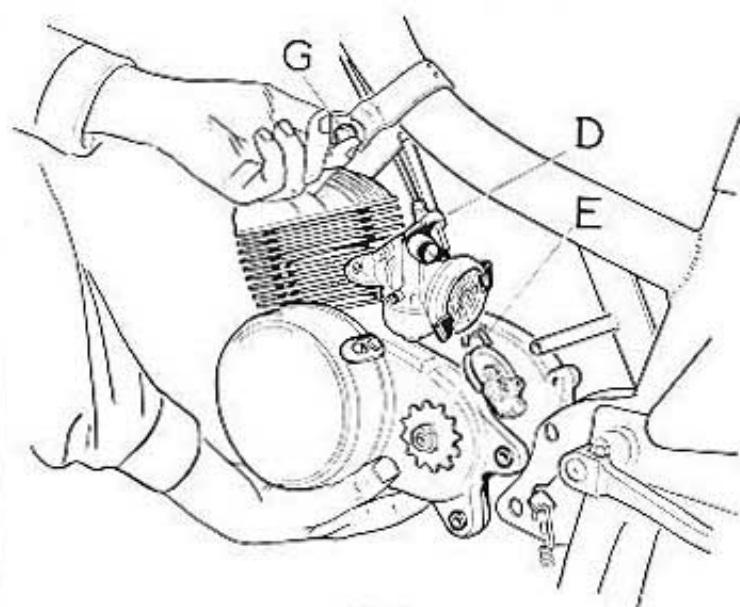

Fig. 0
- Enlever les capotages gauche et droit (Fig. 0) (attention ! ne pas égaler les rondelles situées entre les capotages et l'entretoise de fixation à l'arrière).
- Dévisser les vis de fixation du chapeau de chambre de mélange et retirer le couvercle avec le boisseau et la commande (tournevis) (D).
- Retirer les 2 boulons arrière (H) (sous la tête de la vis, une rondelle plate et une rondelle grover). Soutenir le moteur et retirer le boulon avant (G) (sous l'écrou une rondelle plate et une rondelle éventail) (fig. 0 et 2).